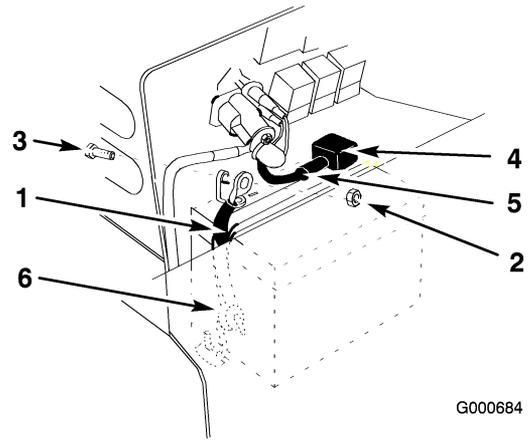

Figure 44
5. Débranchez le câble négatif (noir) de mise à la masse de la borne de la batterie (Figure 44).
6. Soulevez le capuchon rouge du câble positif. Débranchez le câble positif (rouge) de la borne de la batterie (Figure 44).
7. Enlevez la sangle de maintien de la batterie (Figure 44). Retirez la batterie du tracteur.
2. Fixez-la en place à l'aide de la sangle de maintien (Figure 44).
3. Connectez le câble positif (rouge) à la borne positive (+) de la batterie à l'aide du boulon et de l'écrou (Figure 44). Glissez le capuchon de caoutchouc sur la borne de la batterie.
4. Connectez le câble négatif (noir) à la borne négative (-) de la batterie à l'aide du boulon et de l'écrou (Figure 44).